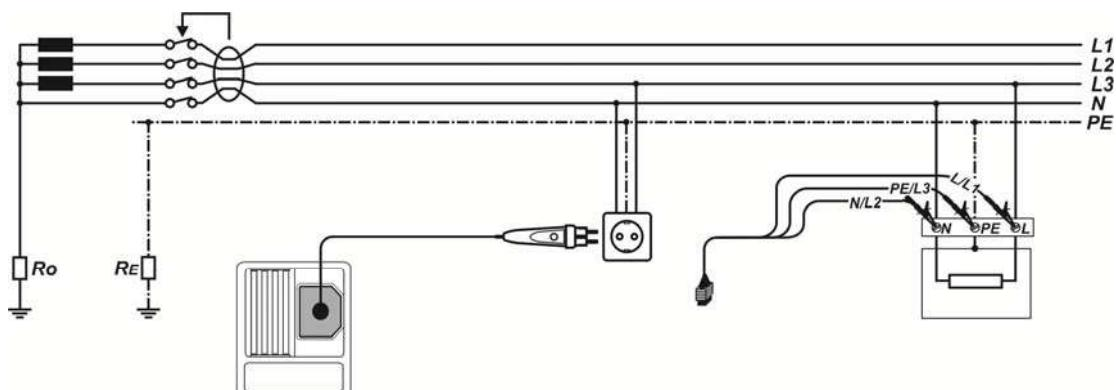

Рисунок 5.13: Подключение штепсельного щупа «plug commander» и 3-проводного тестового кабеля
- Подключите** измерительные щупы к тестируемому устройству (см. Рисунок 5.13: Подключение штепсельного щупа «plug commander» и 3-проводного тестового кабеля).
- **Подключите** измерительные щупы к тестируемому устройству (см. Рисунок 5.13: Подключение штепсельного щупа «plug commander» и 3-проводного тестового кабеля).
- Подключите** измерительные щупы к тестируемому устройству (см. Рисунок 5.13: *Подключение штепсельного щупа «plug commander» и 3-проводного тестового кабеля*)
<input type="checkbox"/> Выберите функцию RCD при помощи кнопок переключателя функций. <input type="checkbox"/> Выберите подфункцию AUTO . Классификация результатов измерения $I_{sc}$ УЗО будет осуществляться одновременно с сохранением. Автоматическая проверка AUTO осуществляются одинаково независимо от выбранной подфункции. Тем не менее, важно выбрать соответствующую подфункцию, чтобы классифицировать правильно результаты измерений для учета в проверочной документации (отчетах об испытаниях). <input type="checkbox"/> Установите тестовые параметры (при необходимости). <input type="checkbox"/> Подключите испытательный кабель к прибору. <input type="checkbox"/> Подключите измерительные щупы к тестируемому устройству (см. Рисунок 5.13: Подключение штепсельного щупа «plug commander» и 3-проводного тестового кабеля ) <input type="checkbox"/> <input type="checkbox"/> Для проведения испытаний нажмите на кнопку ПРОВЕРКА (TEST) .